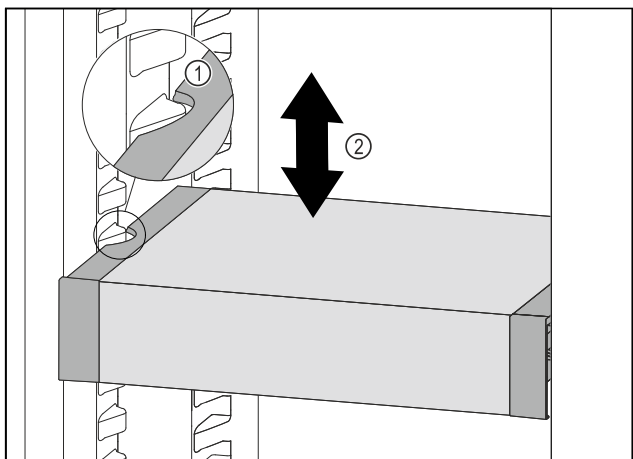

Fig. 56
- ▶ VarioSafe w chłodziarce przesunąć w górę lub w dół, aż zostanie osiągnięta żądana wysokość. Fig. 56 (2)